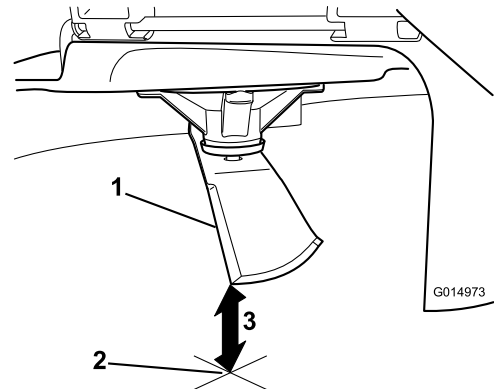

**Figura 81**
3. Distancia medida entre la cuchilla y la superficie (A)
4. Gire la misma cuchilla 180 grados de manera que el otro extremo esté en la misma posición (**Figura 81**).